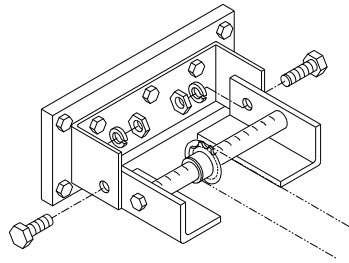

Figure 9 Installation du chariot sur le tracks
7. Après avoir fixé le support mural, laissez le moteur posé au sol et faites monter l'extrémité avant des rails et immobiliser les (mais ne serrez pas) à l'aide des boulons et des écrous 5/16" (Figure 9) Si la torsion de la quincaillerie empêche les rails de s'aligner au support mural, immobilisez le temporairement avec une corde.